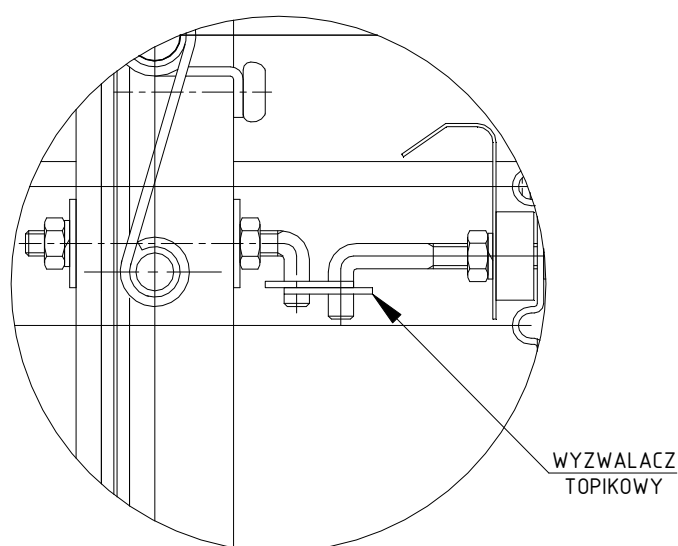

Rys. 5. Montaż kłapy KTM (wykonanie mufowe)
według rys. 5, 6 oraz 7
2. Wsunąć klapę do otworu montażowego i podeprzeć bądź podwiesić tak, aby oś przegrody kłapy znajdowała się w odległości minimum 55[mm] od dolnej bądź górnej płaszczyzny stropu (patrz rys.5 i 6).